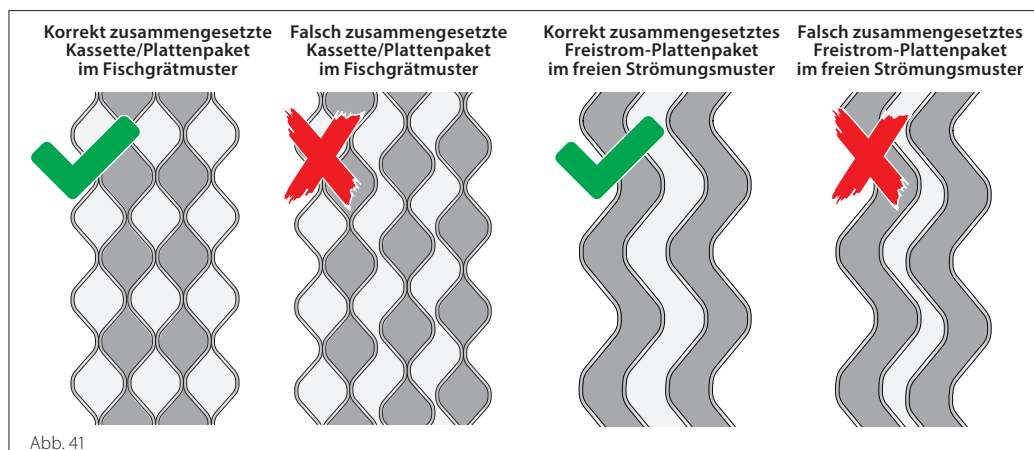

Abb. 41
- Überprüfen Sie das Wabenprofil der Platten/Kassetten auf Gleichmäßigkeit (siehe Abb. 41)